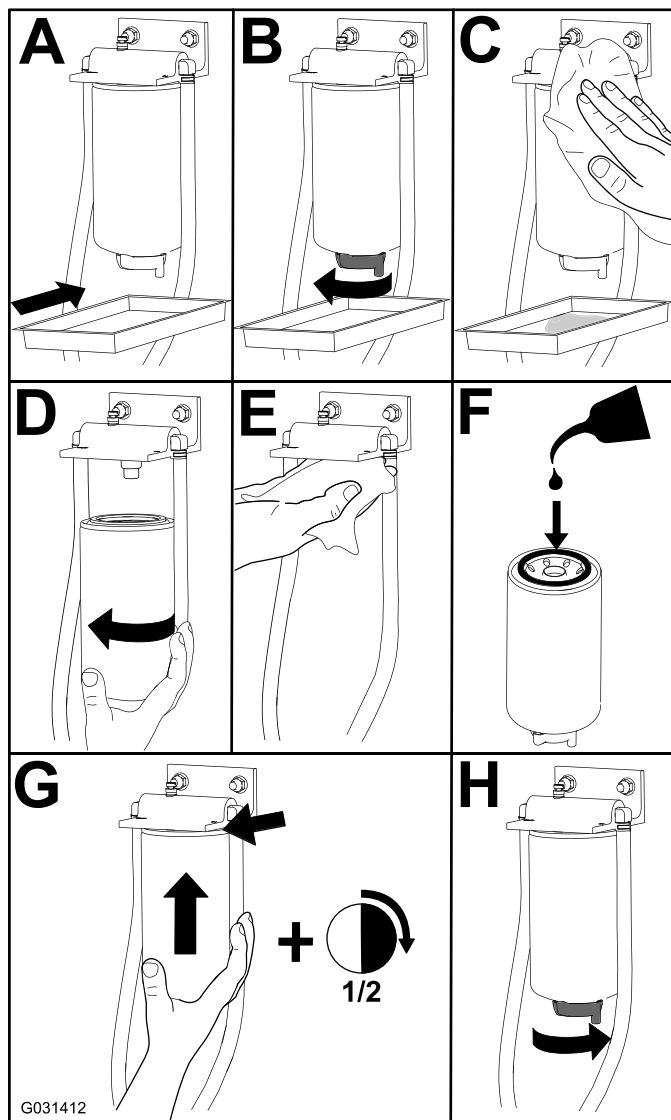

Bild 87
1. Wechseln Sie den Filter aus, wie in Bild 87 dargestellt.